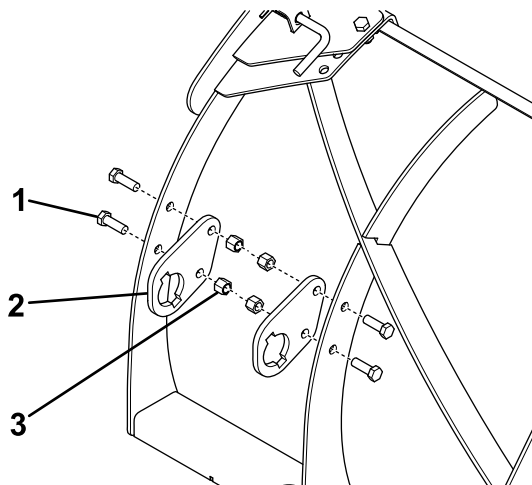

Figure 18
- Fixez légèrement les supports de nervure de la lame à l'aide de 4 boulons (1/2 x 1½ po) et contre-écrous (Figure 18).